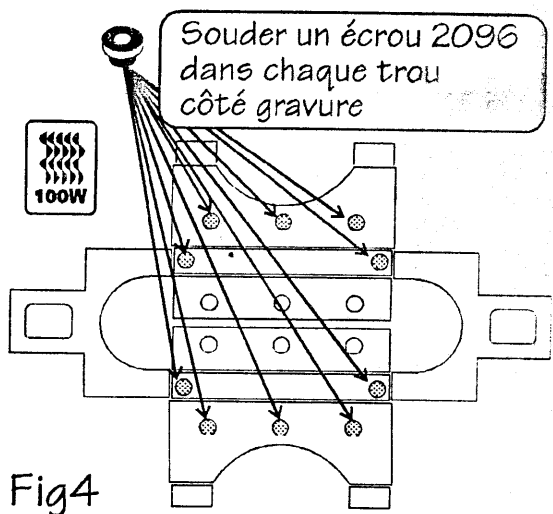

Fig 4
- 1.4 : Soudez un écrou à souder 2096 dans chaque trou indiqué côté gravure, puis détacher la pièce (Fig 4).